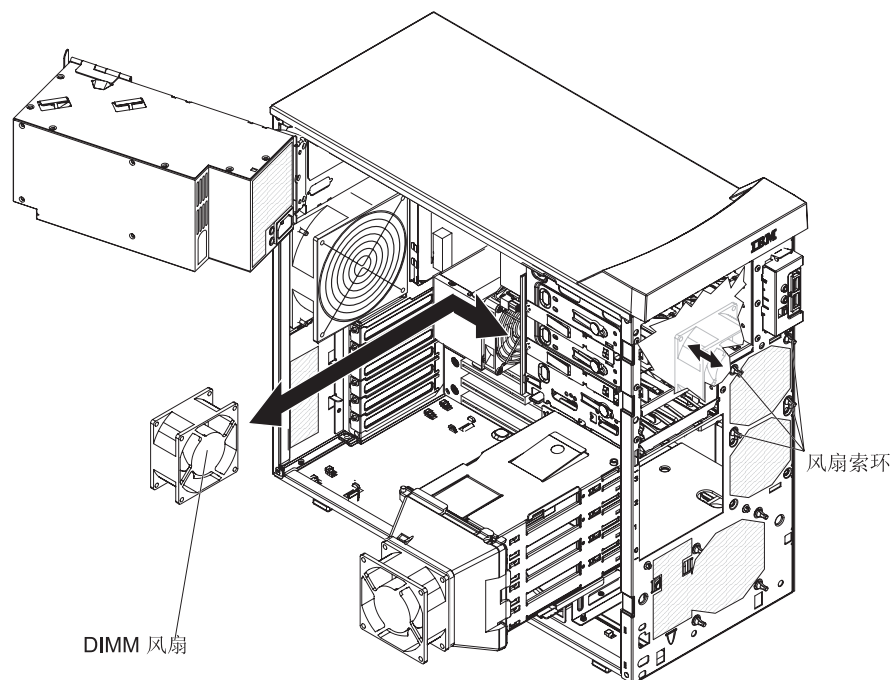

图 51. 卸下 DIMM 风扇
10. 握住 DIMM 风扇用力拉，拉开将风扇固定到机架的橡胶索环。将索环拉过风扇或机架中的孔并卸下它们，或者使用侧面侧铣刀切断索环（请参阅图 51）。